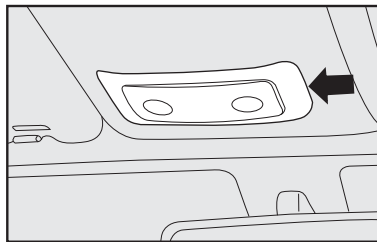

fig. 21
- Com uma chave de fenda no ponto indicado pela seta **fig. 21**, remover o conjunto da luz interna montada a pressão pelas travas.